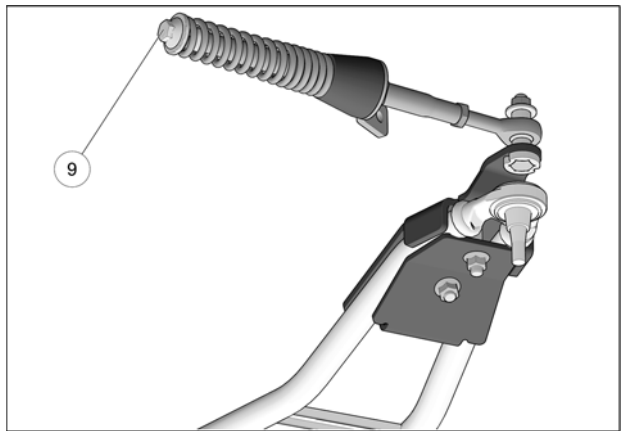

Fig. 21
10. Vérifier que le boulon du ressort (6) est serré au couple recommandé : 75 N•m [55 lb•pi]. Fig. 21